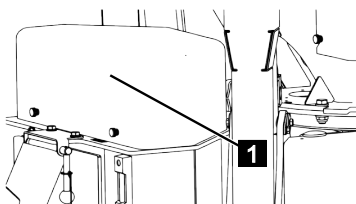

Fig. 171
11. Revisser le capot (Fig.171/1).